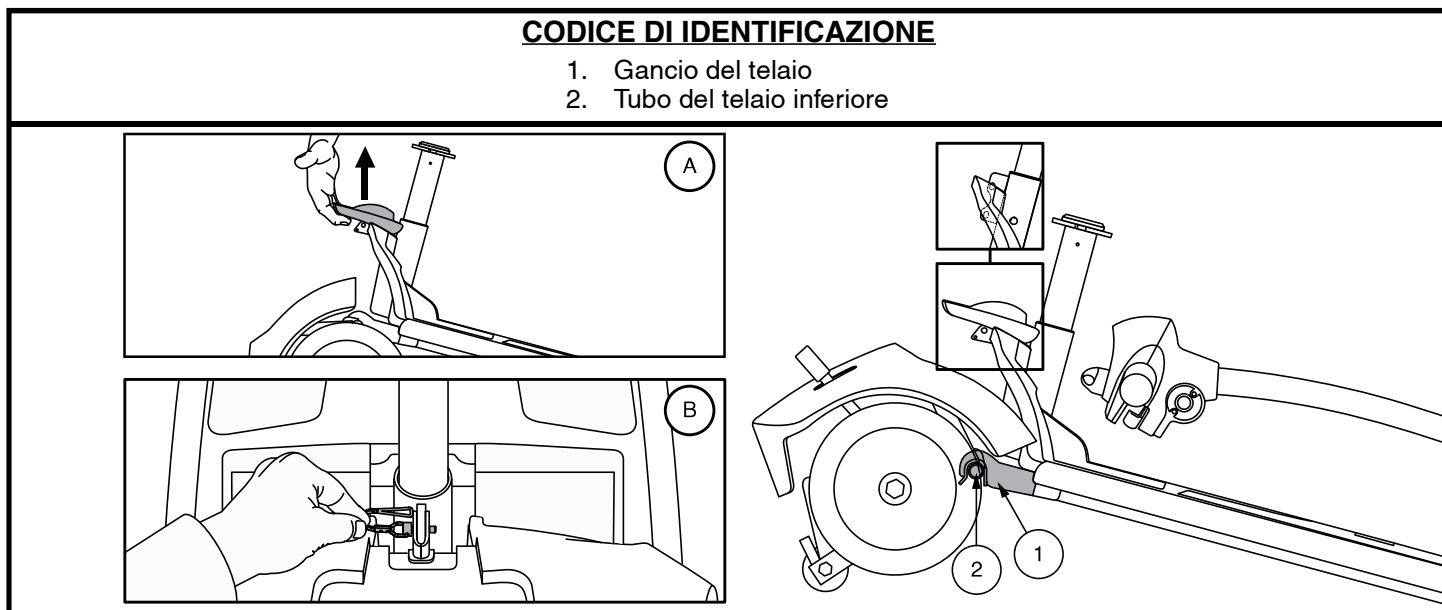

Figura 33. Leva di rilascio del telaio (Stile A) e Perni di chiusura del telaio (Stile B)
4. Separare lentamente le due sezioni del miniscooter. **Vedere figura 33.**
NOTA: Prima di effettuare il montaggio, inclinare la metà posteriore del miniscooter leggermente all'indietro sulle ruote antiribaltamento, come illustrato nella figura 33.
1. Usare la leva di rilascio del telaio (o la piantone del sedile per modelli 29, 36, 336, 83 e 84) per sollevare la parte anteriore mentre si allineano i ganci del telaio della parte anteriore con il tubo del telaio inferiore della sezione posteriore. **Vedere figura 33.**
2. Una volta che i ganci del telaio sono sopra il tubo del telaio inferiore, abbassare la sezione anteriore e ruotare contemporaneamente la sezione posteriore. Questa operazione aggancia automaticamente la chiusura del telaio nei modelli AAP4, 39, 40, 44, 40LX, 40X, 44X, 40E, 402E, 44E, 442E, 44LX, 49, 50LX, 50LXLIT, 54LX, 54LXLIT, 53, 53HD, 54, 54HD, 66, 67, 73, 74 e Jazzy ZTS. Nei modelli 29, 36, 336, 83 e 84, è necessario inoltre reinstallare il perno di chiusura del telaio per completare il montaggio del corpo. **Vedere figura 33.**